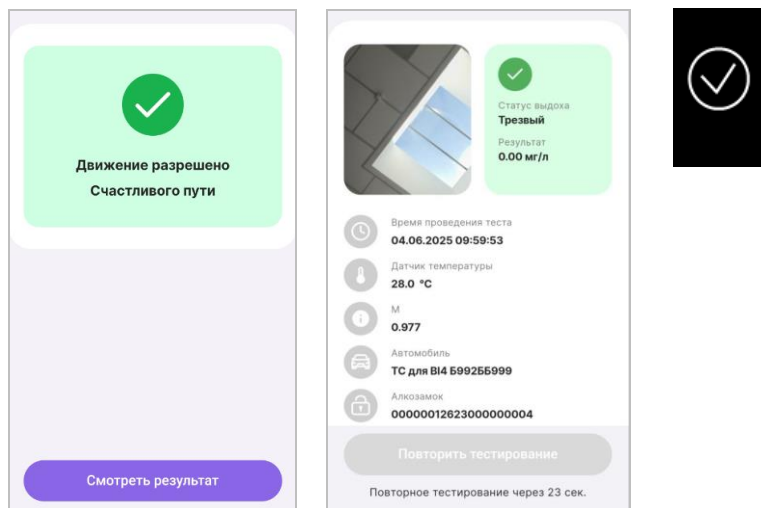

Рис. 21
2.4.4.3.5 При положительном результате тестирования, когда концентрация паров этанола ниже установленного порога, в МПО отобразится уведомление «Движение разрешено Счастливого пути», а на дисплее анализатора отобразится сообщение согласно рис.21, подается звуковой сигнал.